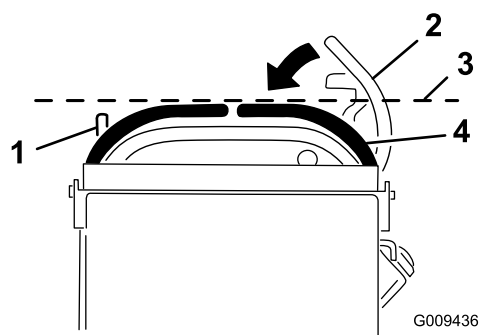

図 69
3. 左右の走行コントロールレバーを、ニュートラルロック位置にセットする 図 69。
4. 右側走行コントロールレバーと左側走行コントロールレバーの水平整列状態を見る 図 69。